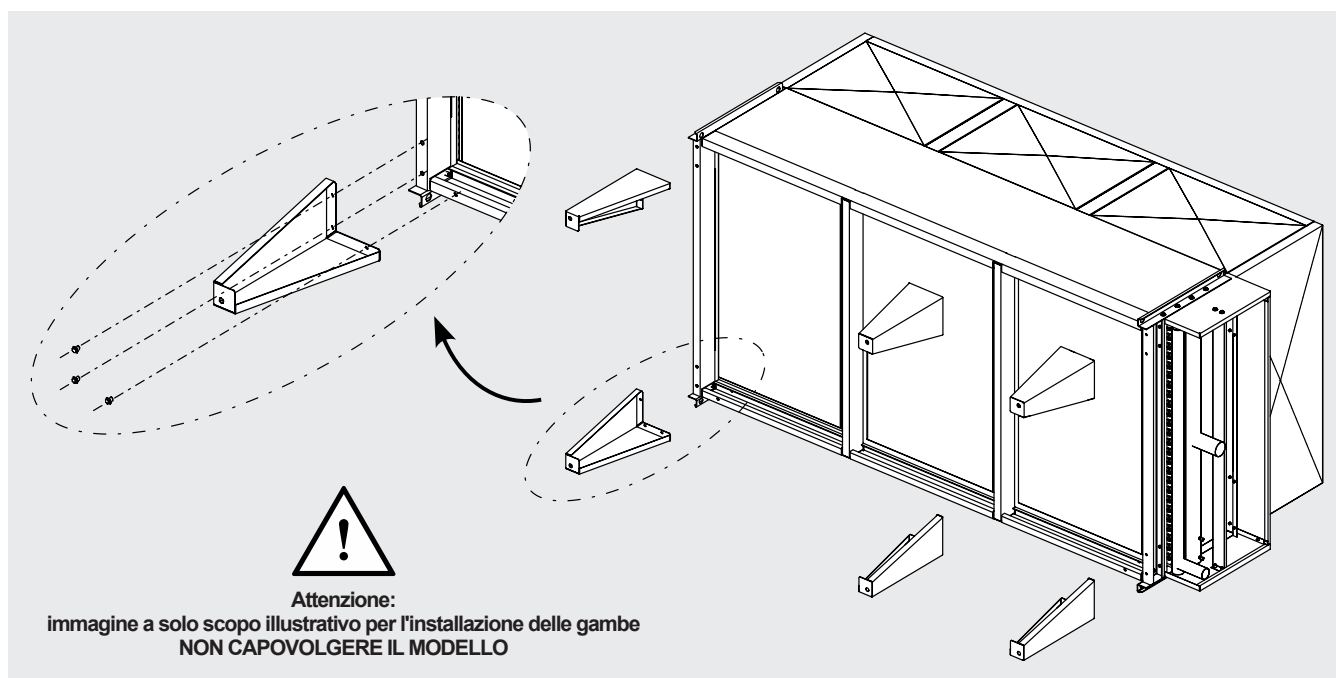

Figura 4
- 5.11.5 Installare la gambe fornite a corredo utilizzando le relative viti e rosette. Ogni gamba deve essere fissata con n. 3 viti M8x20 e n. 3 rosette zigrinate coniche M8, Øe 18mm. Si osservi la Figura 4.